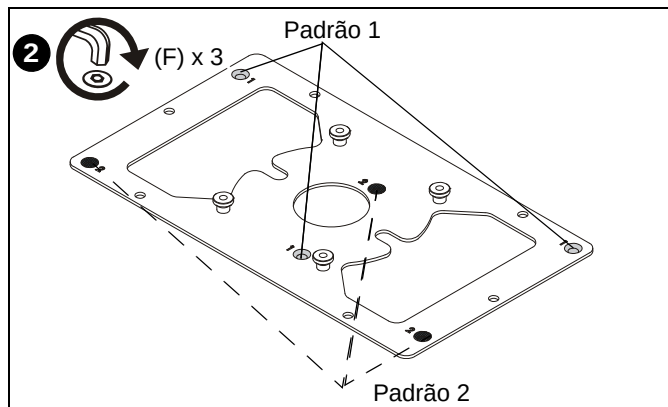

Figura 3
2. Fixe a placa de adaptação pequena (B) ao projetor usando três parafusos de segurança de cabeça chata (F) e três espaçadores (G) nos orifícios de fixação marcados com um "1" ou "2". (Veja a figura 3) Prossiga para a seção **Fixação no suporte do projetor**.